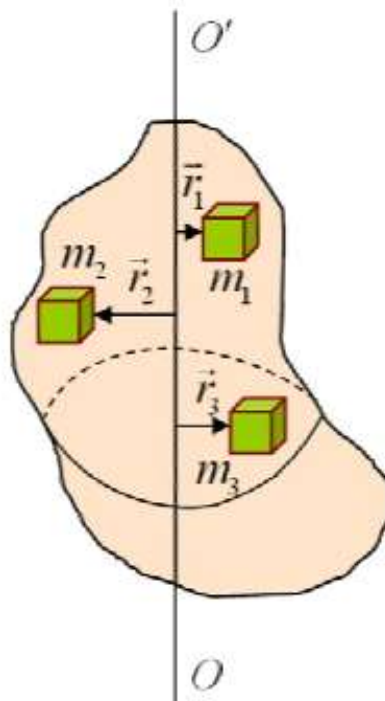

Рис. 3. Разбиение твердого тела на отдельные элементарные части для нахождения момента инерции по формуле (9).
В случае непрерывного распределения масс (твердого тела), тело можно представить в виде совокупности множества малых элементов (рис. 3), тогда приближенное значение момента инерции I можно найти с помощью формулы (9), т.е. проводя суммирование по всем элементам. При измельчении разбиения точность вычисления повышается и, переходя к бесконечно большому числу элементов, получаем интеграл: